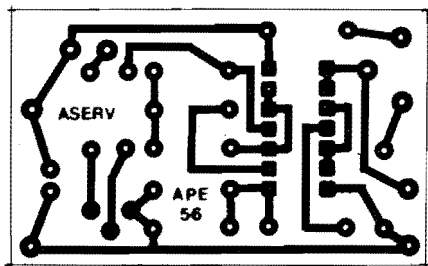

Fig.2
- FIG. 2 - LAY OUT DO CIRCUITO IMPRESSO ESPECÍFICO - Fácil e rápido de traçar (uma vez que não existe a menor complicação ou congestionamento no seu padrão cobreado...), o Impresso específico tem seu lay out mostrado em tamanho natural na figura... Devido à presença do Integrado, torna-se praticamente obri-